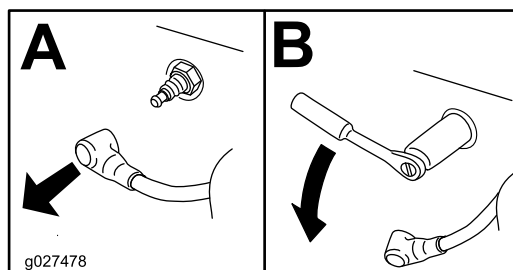

Figura 26
4. Retire la(s) bujía(s) como se muestra en la Figura 26.